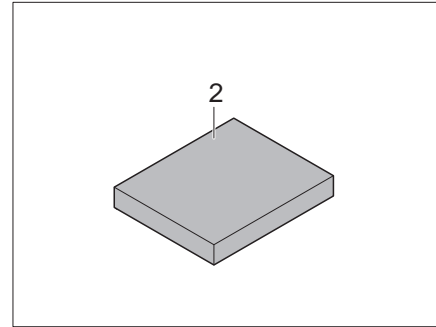

Bild 147 Zusatzpolster
- Zusatzpolster (Bild 147,2) in die Mitte auf den Tisch legen.